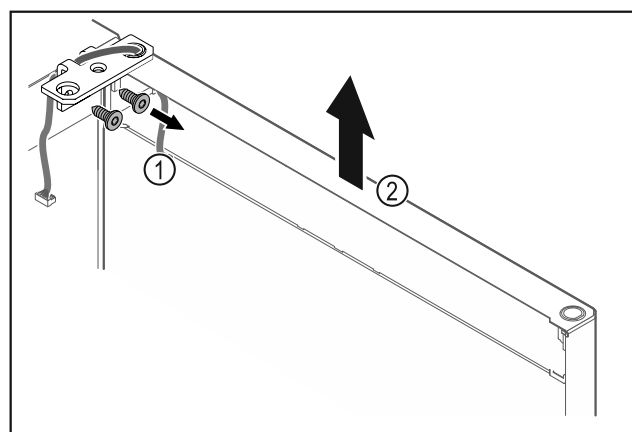

Fig. 28
- Odvijte kotnik tečaja vrat Fig. 28 (1).
- Vrata s kotnikom tečaja Fig. 28 (2) dvignite za približno 200 mm naravnost navzgor in jih snemite.